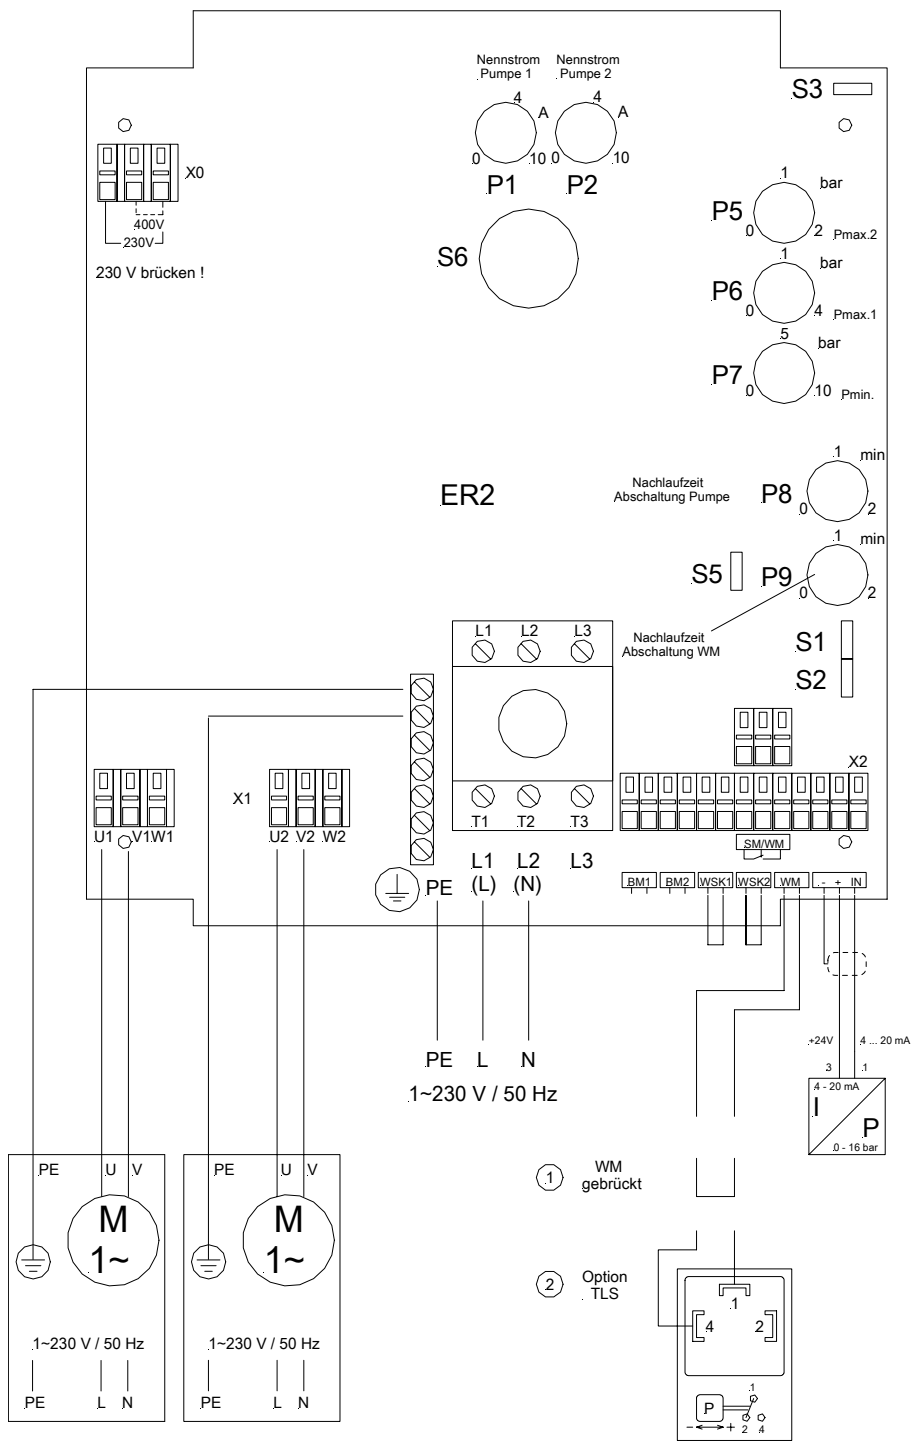

Bild 4: Anschlußbelegung der Platine der Pumpensteuerung
- Die Klemmenleisten sind wie folgt zu belegen (Bild 4):